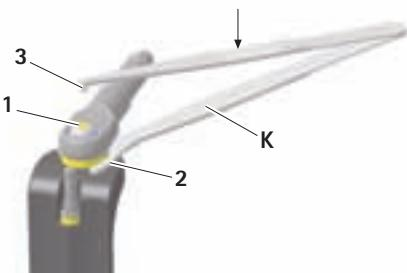

Fig. 5
- Skjut pincetten K med gapdelen 2 under kopplingen och tryck med pincettdornen 3 på bladets D bult 1, se Fig. 5.